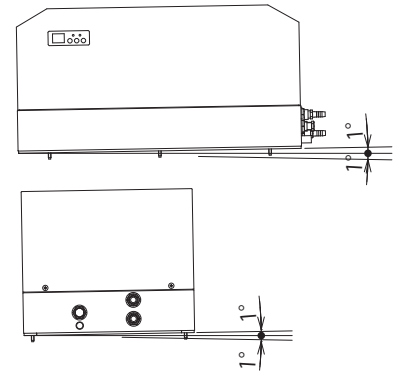

図 2 取付角度
- 前後左右とも傾きがないよう(±2° 以下)に、水準器などで確認してください。(図 2)